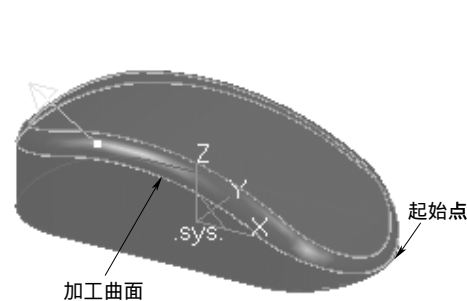
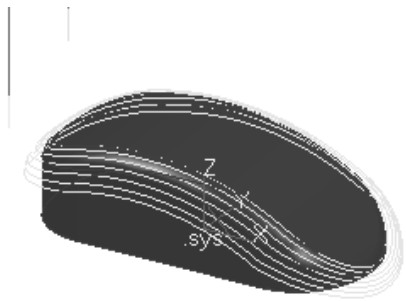

图 8-111 选择加工对象
图 8-112 生成刀具轨迹
9) 重复上述步骤，选择图 8-111 所示的曲面，生成另一个曲面的刀具轨迹，如图 8-112 所示。